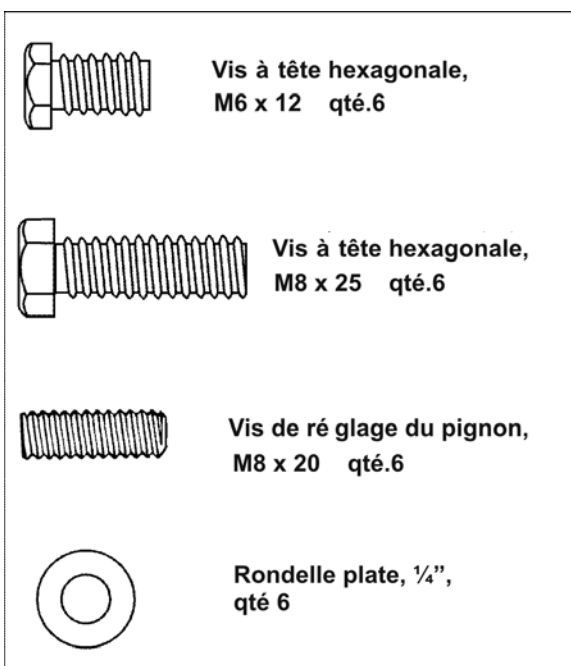

Figure 3
- (\*Le contenu des sacs d'équipement est dessiné en échelle réelle dans la Figure 3.)